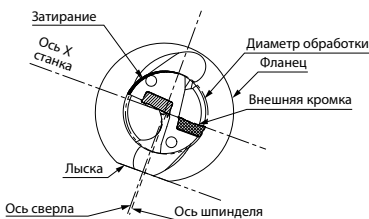

Рис. 4. Избыточное смещение (для меньшего диаметра отверстия)
- Поверните сверло таким образом, чтобы поверхность наружной пластины была ориентирована параллельно оси X револьверной головки. (рис. 4).
Следите за тем, чтобы диаметр отверстия не был меньше диаметра сверла на 0,2 мм и более. В противном случае корпус будет затирать о просверленное отверстие (рис. 4).